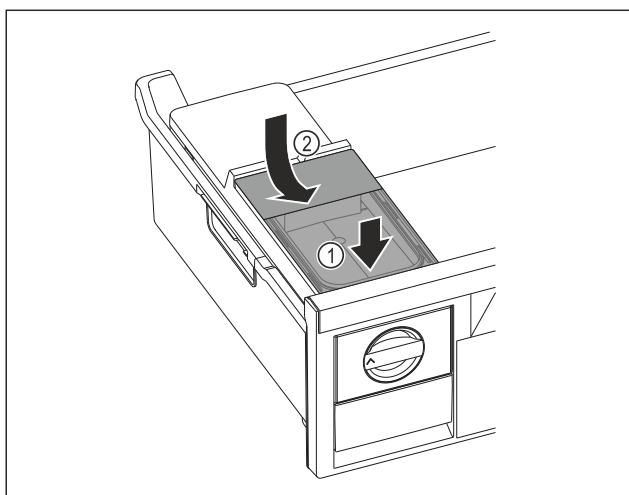

Fig. 214
- Collegare il serbatoio dell'acqua alla parte anteriore. Fig. 214 (1)
- Abbassare il serbatoio dell'acqua posteriore. Fig. 214 (2)